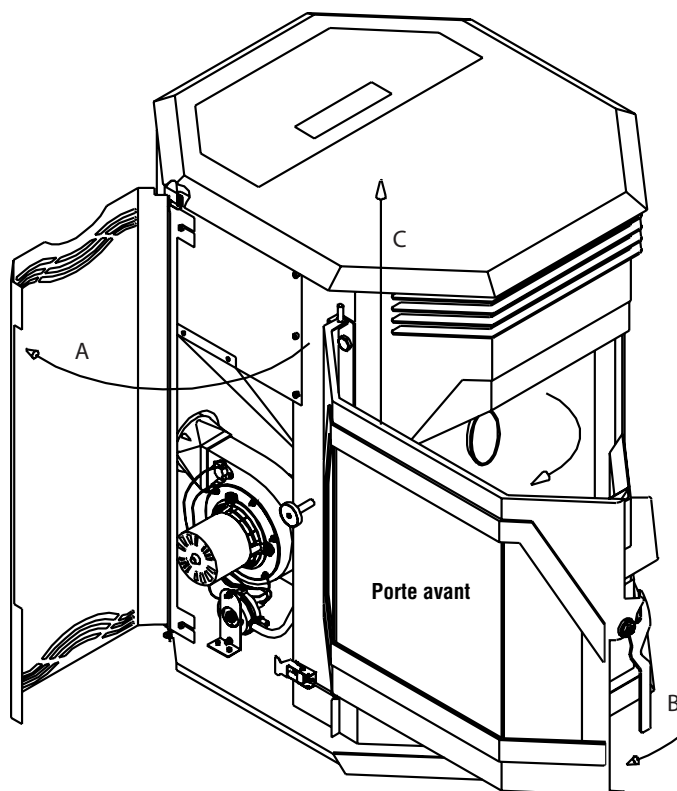

Figure 49
Pour retirer la porte, ouvrir les portes gauche et droite (A). Tirer la poignée B de la porte avant vers soi et ouvrir la porte avant. Soulever la porte avant et la déloger des charnières comme illustré à la **Figure 49**, repère C. Pour réinstaller la porte, reprendre cette procédure dans le sens inverse.